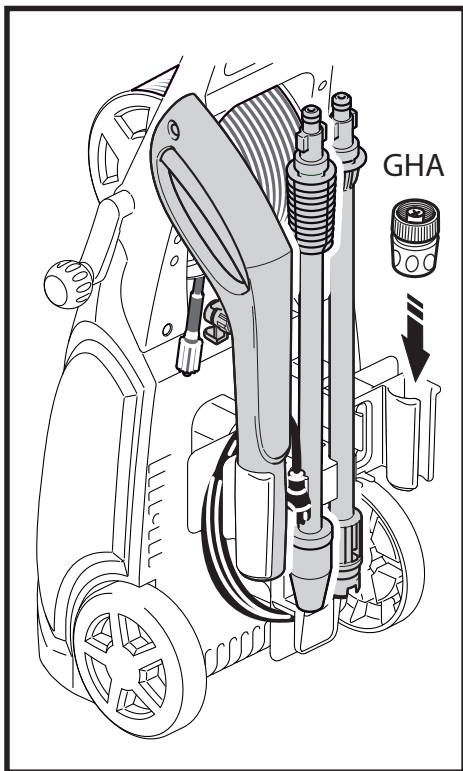

Fig. 22
- Quand le nettoyeur n'est pas en marche, le connecteur tuyau GHA (Garden Hose Adapter) peut être mis dans le rangement accessoires, afin d'en prévenir la perte ou l'endommagement (Figure 22).
- Enlevez la lance ou le canon à mousse du pistolet et mettez-les à l'intérieur du rangement accessoires. Placez le pistolet dans un slot du rangement accessoires. Encastrez et rangez les lances dans les demi-cercle supports d'attache (Figure 22). Veillez à enlever tout résidu de détergent du canon à mousse. Rincez la bouteille et la buse avec de l'eau propre pour prévenir le débouchement.